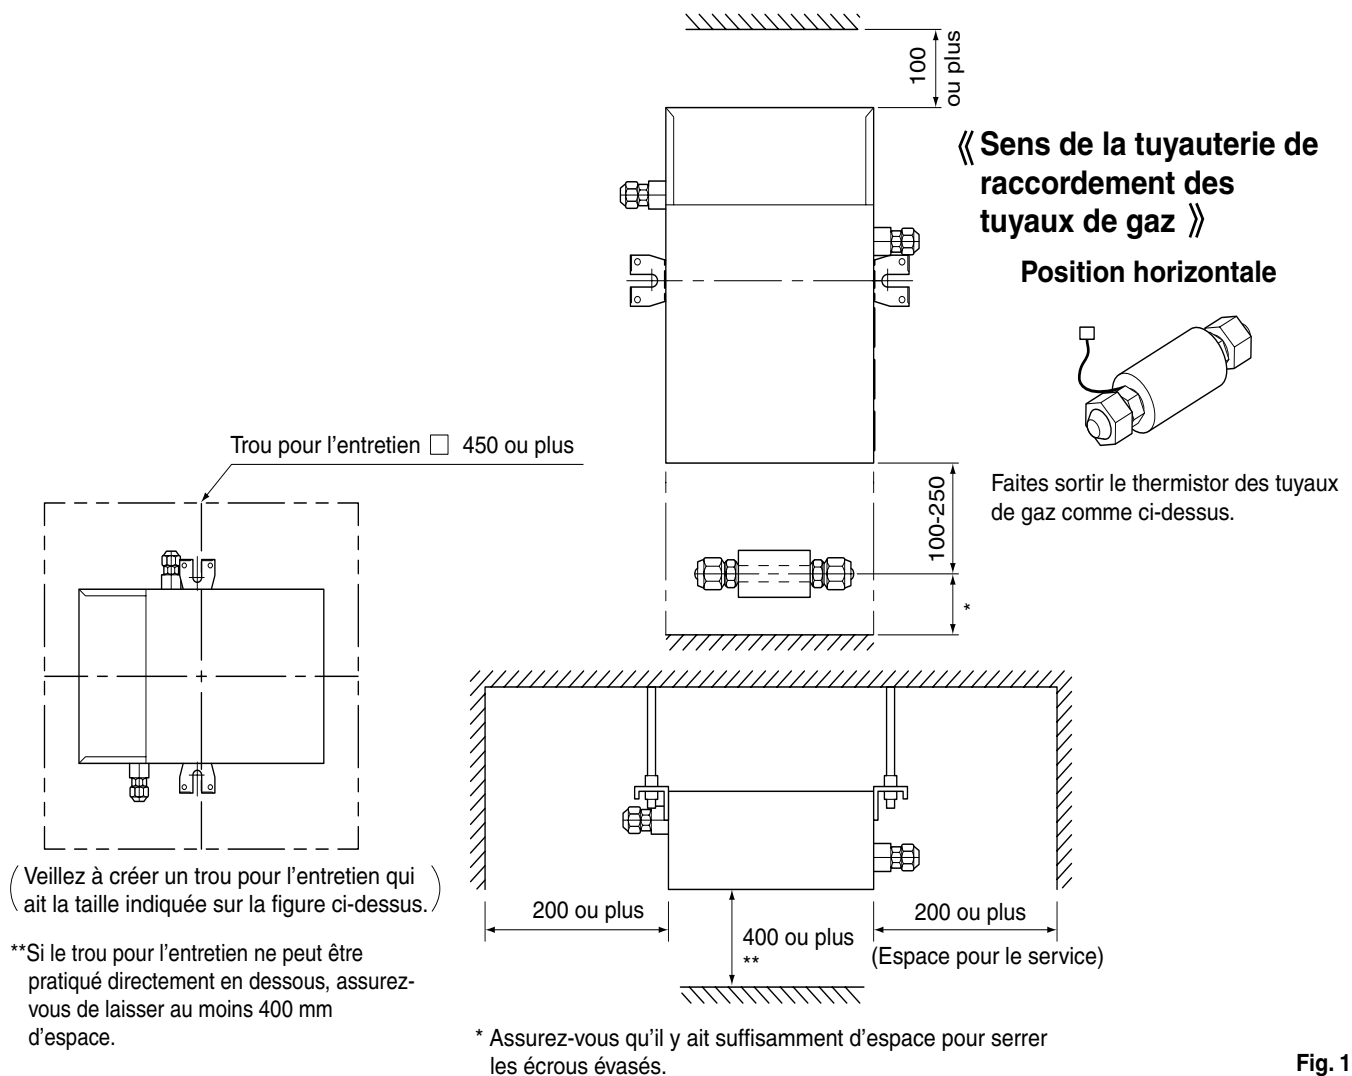

Fig. 1
- Lieux où il est possible de pratiquer un trou pour l'entretien. **(Reportez-vous à la Fig. 1)**
(2) Après avoir vérifié si le lieu d'installation est à même de supporter le poids de l'unité, si celui-ci vous semble dangereux, installez l'unité en renforçant le lieu d'installation avec des planches, des traverses, etc.
(3) Installez la tuyauterie de raccordement des tuyaux de gaz (7) à 250 mm au plus du trou destiné au thermistor de l'unité. (Reportez-vous au point "8-1 RACCORD DU CABLAGE")
(4) Evitez tout contact avec la surface du plafond sous peine de provoquer bruits et vibrations.